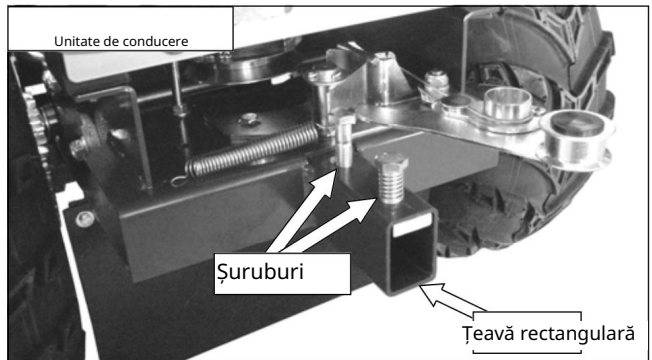
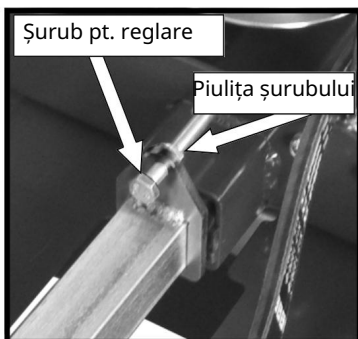

Fig. 8
Fig. 9
2) Bara rectangulară de conectare (Fig. 9) trebuie să fie aliniată, slăbiți șuruburile (Fig. 8) suficient pt. a permite introducerea acesteia în țeva rectangulară de cuplare. În timpul cuplării, nu mișcați unitatea motoare, iar când slăbiți șuruburile, nu deșurubați prea mult pt. a nu le detașa de țeava rectangulară a unității motoare (de obicei sunt suficiente 2 ture).